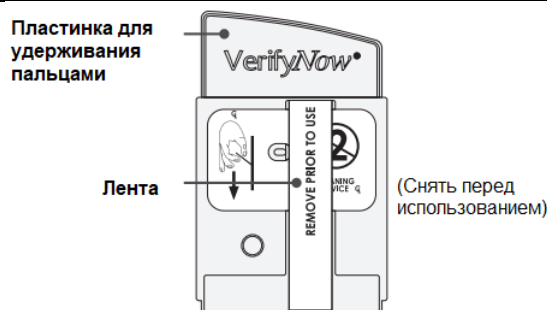

Рисунок 77: Чистящее устройство
1. Найдите и извлеките чистящее устройство из фольгированного пакета (рис. 77 (стр. 66)).